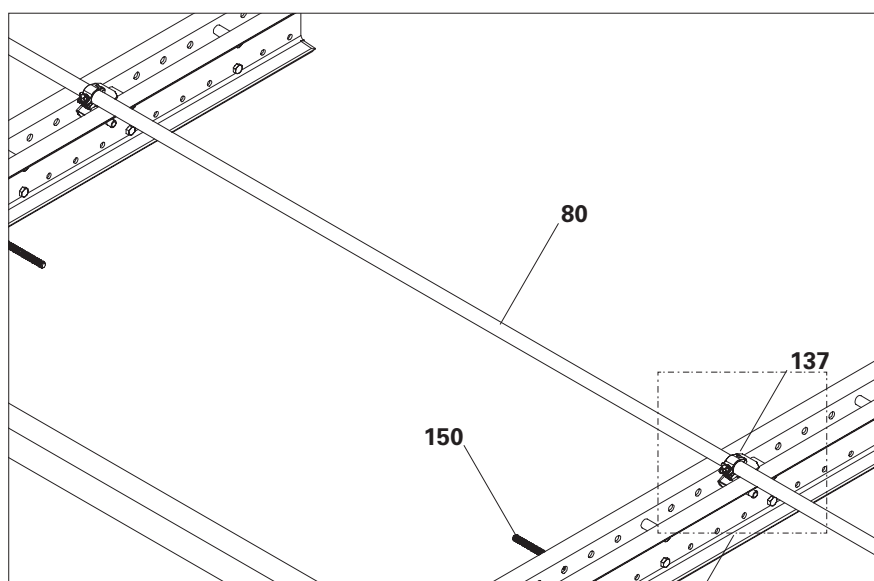

Fig. C2.03
2. Come dispositivo di bloccaggio per il trasporto, avvitare una barra di rinforzo (**150**) in entrambe le guide del sistema di ripresa con dadi a camma. La barra di rinforzo sul lato esterno non deve sporgere dalla protezione. (Fig. C2.03 – C2.03a)